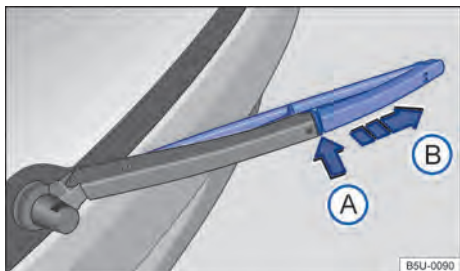

Fig. 147 Substituir a palheta do limpador do vidro traseiro.
- Manter a tecla de destravamento → Fig. 147 **A** pressionada e, ao mesmo tempo, retirar a palheta dos limpadores do para-brisa no sentido da seta. ▶
- Retirar a palheta do limpador do vidro traseiro no sentido da seta (B).